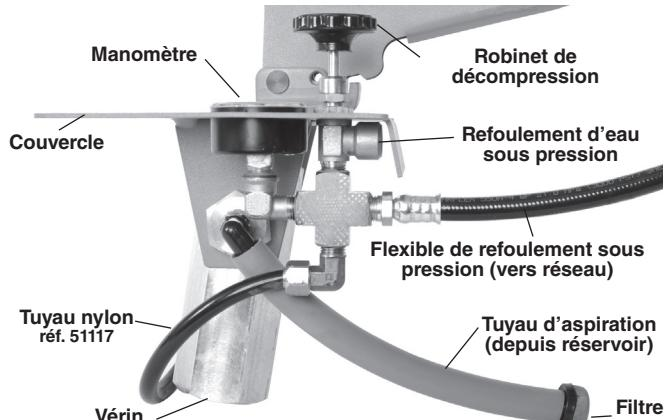

Figure 2 – Composants de la pompe
**AVIS IMPORTANT** Faites très attention à la montée de pression afin de ne pas dépasser la limite prescrite pour l'épreuve et le réseau. Une pression supérieure à la limite nominale de 725 psi (50 bar) endommagerait la pompe. En cas de surpression, la rupture du flexible en nylon (*Figure 2*) devrait normalement protéger les autres composants du système.